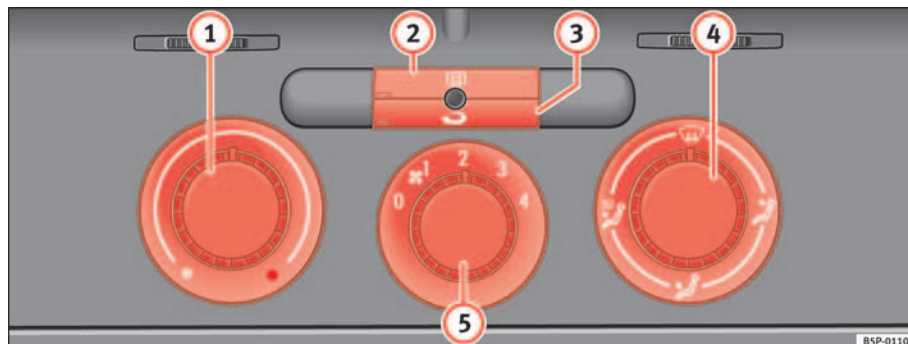

Fig. 123 Comandos do aquecimento no painel de instrumentos
- Com os reguladores ⇒ fig. 123 ① e ④ e com o interruptor ⑤ é ajustada a temperatura, a distribuição do ar e o nível do ventilador.
- Premir o respectivo botão ② ou ③, para ligar e desligar uma função. Quando a função está activa, a janela que se encontra no canto inferior esquerdo do botão ilumina-se.
- Com os reguladores ⇒ página 154, fig. 123 (1) e (5) e com o interruptor (6) é ajustada a temperatura, a distribuição do ar e o nível do ventilador.
- Premir o respectivo botão (2), (3) ou (4) para ligar e desligar a respectiva função. Quando a função está activa, a janelas que se encontra no canto inferior esquerdo do botão ilumina-se.
- (3) Botão – Desembaciador do vidro traseiro. Cerca de 20 minutos depois de ser activado, o aquecimento é automaticamente desligado. Pode ser também desligado antes, premindo o respectivo botão.
- (4) Botão – Recirculação do ar ⇒ página 159
- (5) Regulador da distribuição do ar ⇒ página 157
- (6) Interruptor do ventilador. O caudal de ar é regulável em quatro níveis. A baixa velocidade o ventilador deve funcionar também sempre num nível baixo. ▶